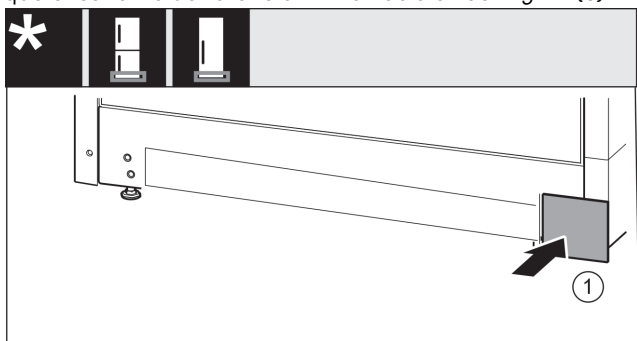

Fig. 15
- Volver a colocar la cubierta en el otro lado. Fig. 15 (1)